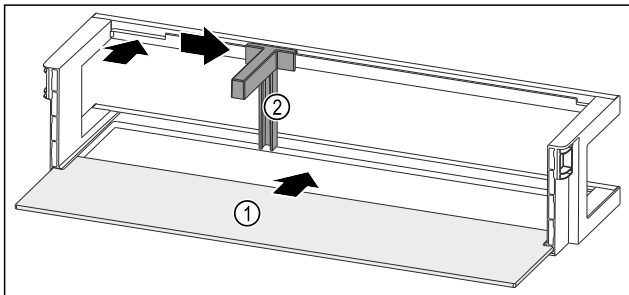

Fig. 51 Türabsteller mit Abstellfläche
- Abstellfläche Fig. 51 (1) in die seitlichen Einsparungen einschieben.
- Flaschenhalter Fig. 51 (2) in die Aussparung einsetzen.
- Flaschenhalter Fig. 51 (2) in gewünschte Position zur Seite schieben.